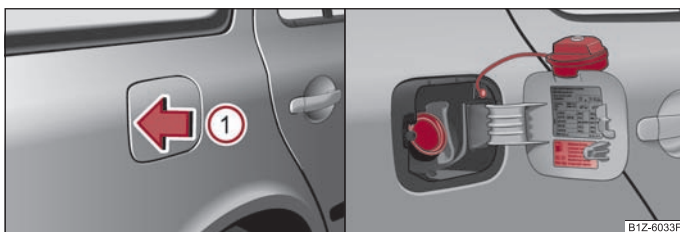

Fig. 11 Partea dreaptă spate a autovehiculului: Deschiderea clapetei rezervorului / Clapeta rezervorului cu capacul deschis
- Pentru a deschide clapeta rezervorului de combustibil, apăsați pe aceasta în sensul indicat de săgeată ① ⇒ fig. 11.
- Deșurubați capacul spre stânga și așezați-l pe clapetă, în partea de sus ⇒ fig. 11 - dreapta.